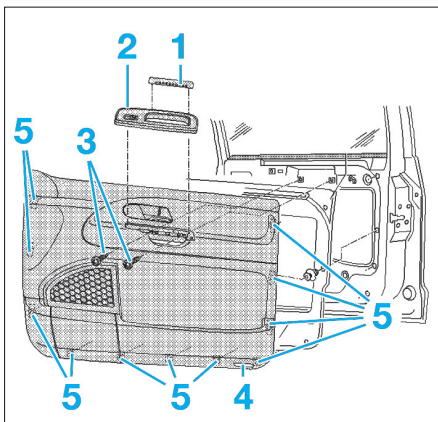

Fig. 23
- Déposer le cache (1) (Fig.23)